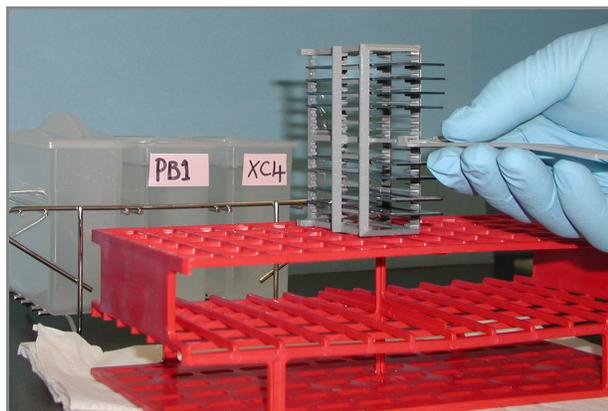

**Рис. 185** Правильное расположение штатива для окрашивания
17. Извлеките штатив для окрашивания из емкости одним быстрым и плавным движением и поместите его сразу на подготовленный штатив для пробирок таким образом, чтобы штрихкоды **были направлены вверх**, а запорные устройства и выступ штатива — **вниз** (Рис. 185).